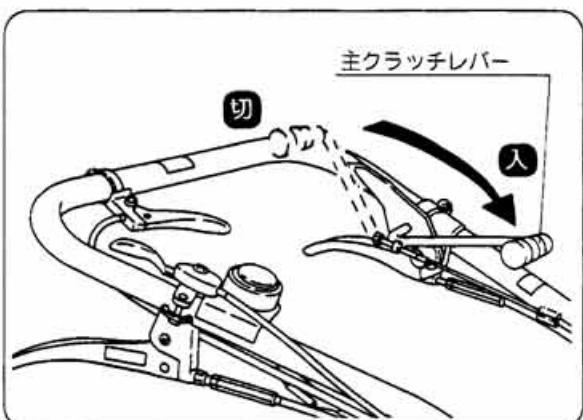

図11
- ③ 主クラッチレバーをゆっくり前方に押してください。(図11)